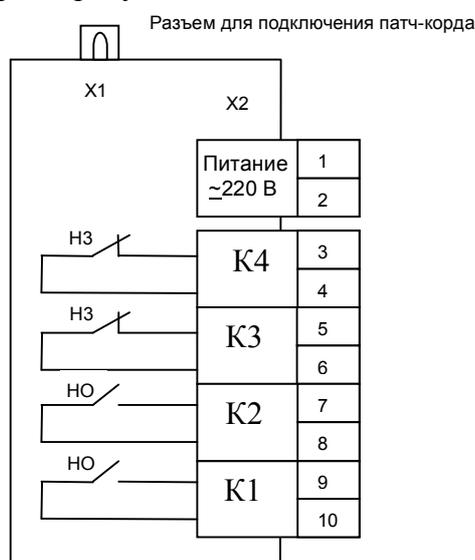

Рисунок 23
5.4.9.3 Назначение выходных реле, рисунок 23: